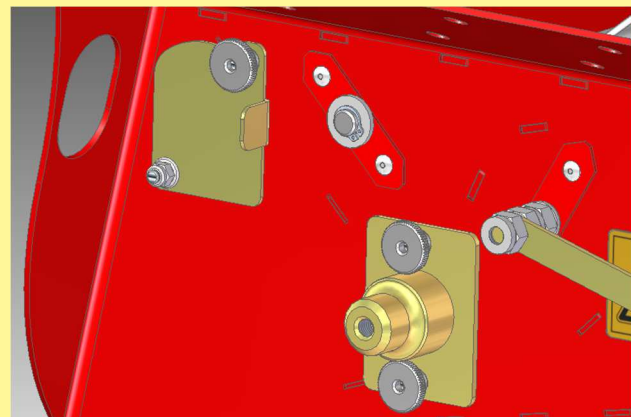

Abbildung 32
- Montieren Sie die auseinander genommenen Teile wieder in umgekehrter Reihenfolge (Abbildung 32).